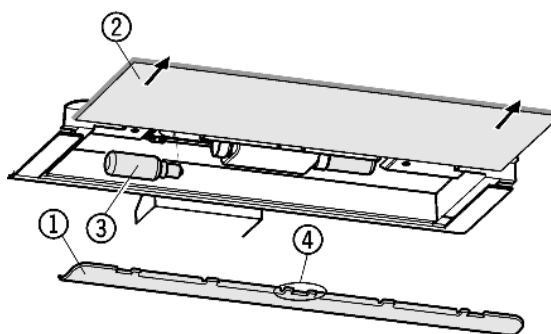

Fig. 13
- ▶ Enlever l'écran protecteur Fig. 13 (1) : saisir avec les doigts derrière l'écran protecteur et le faire décliquer.
- ▶ Ôter la plaque de verre Fig. 13 (2).
- ▶ Remplacer l'ampoule Fig. 13 (3).
- ▶ Remettre en place l'écran protecteur : le faire encliquer à droite et à gauche et veiller à ce que le crochet Fig. 13 (4) du milieu saisisse au-dessus de la plaque de verre.